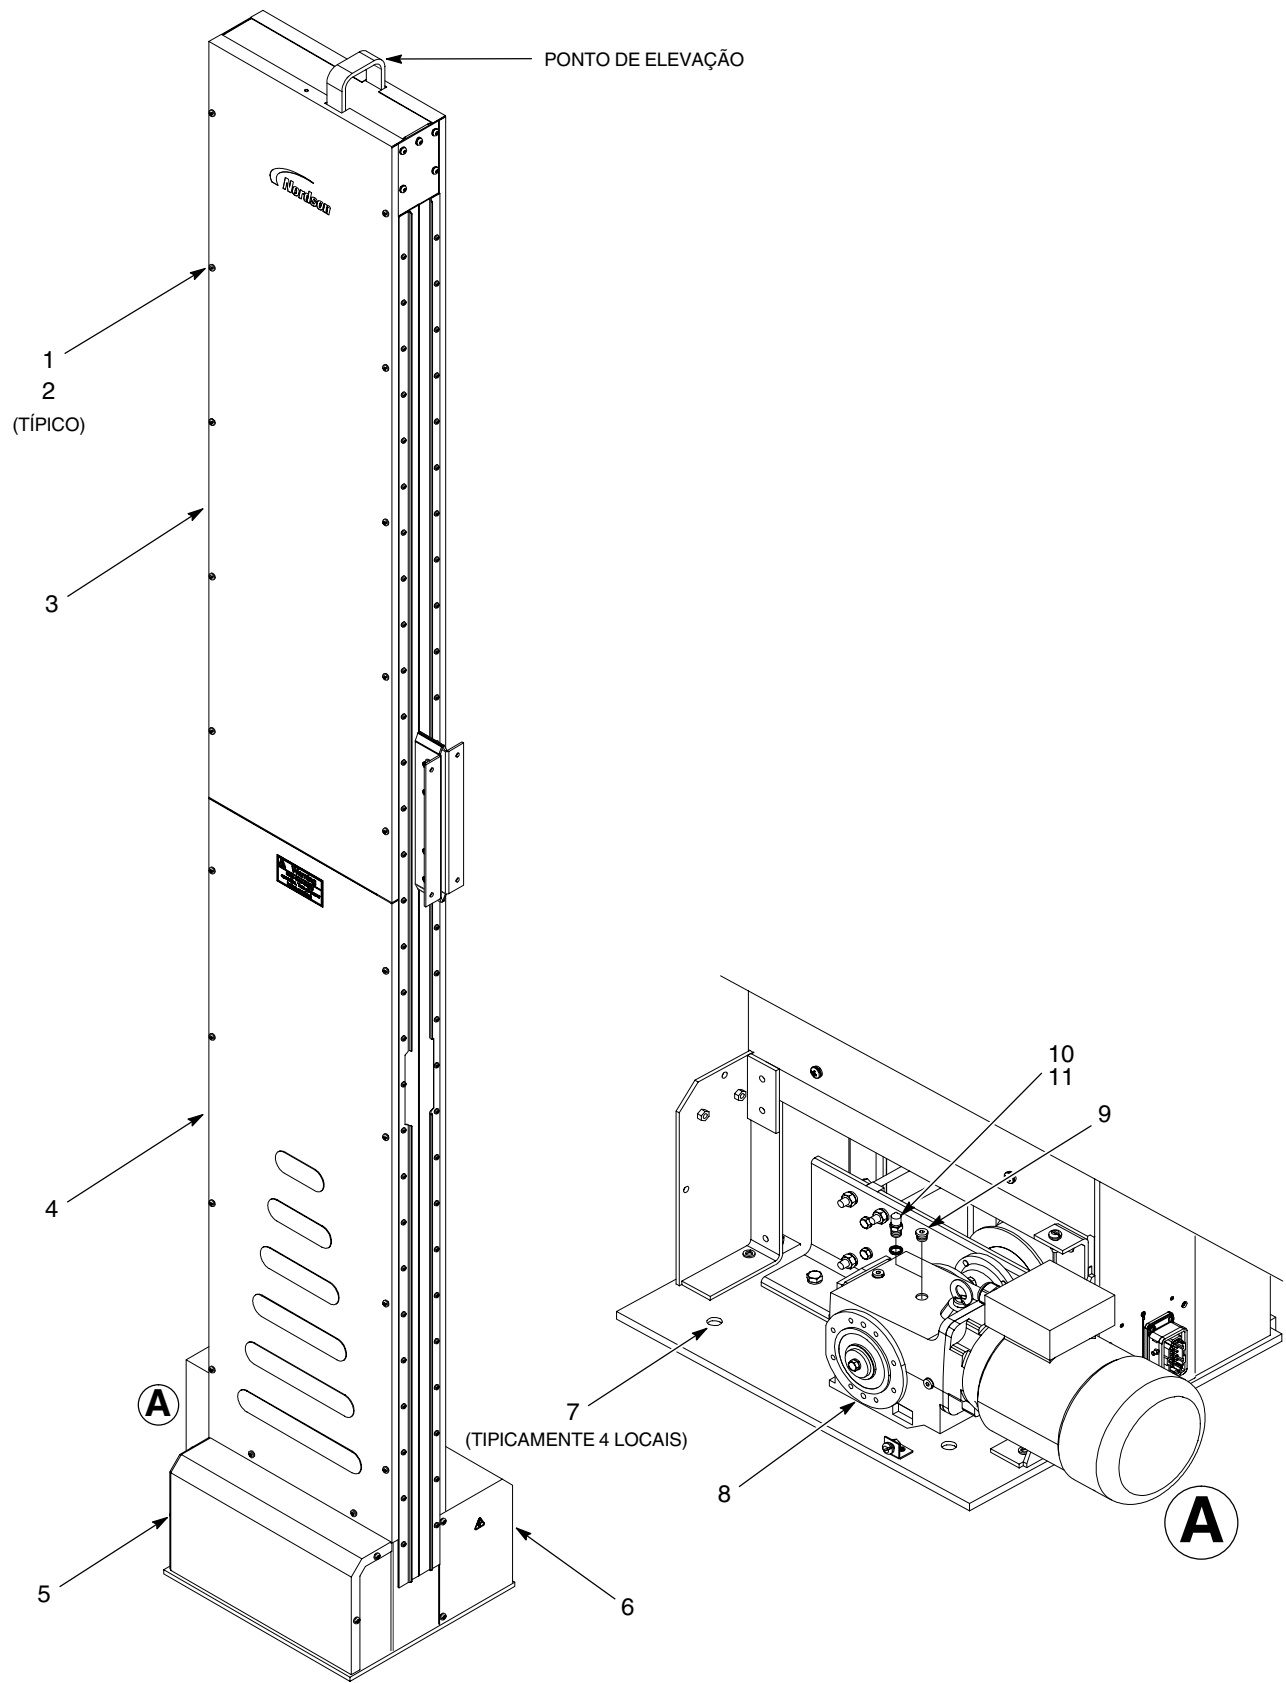

Figura 4 Instalação
1. Consulte a figura 4. Retire os parafusos (1) e anilhas (2), que seguram os painéis laterais de acesso (3, 4) no lado do encoder do reciprocador, a tampa do encoder (5) e a tampa do conjunto de accionamento (6).
4. Retire o bujão (9) do moto-redutor (8), como ilustrado na figura 4.
5. Certifique-se de que a junta (11) está montada no bujão de purga de ar (10). Monte o bujão de purga de ar no conjunto de accionamento e aperte-o bem.